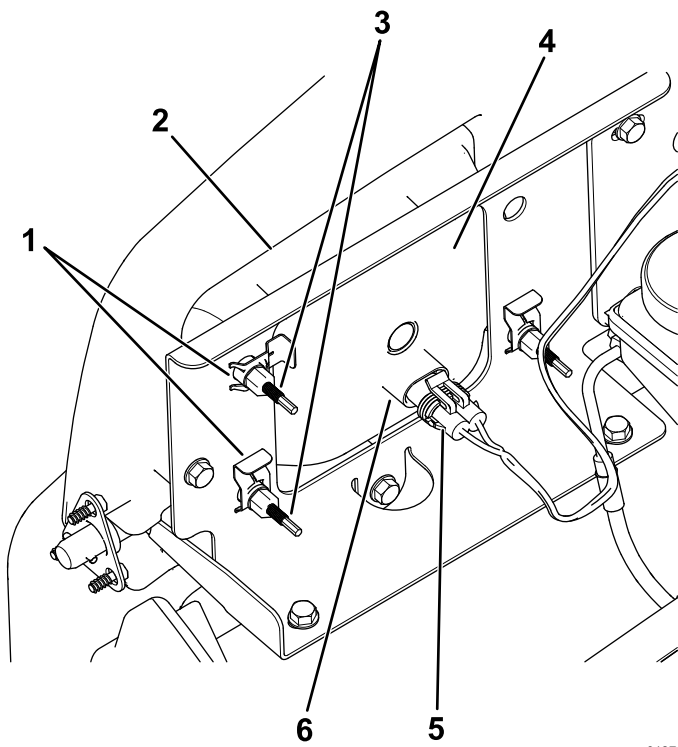

Figure 48
- Débranchez le connecteur électrique sur le faisceau du connecteur du phare (Figure 48).
- Retirez les clips rapides qui fixent le phare sur son support (Figure 48).
- Déposez le phare en le poussant vers l'avant et hors de l'ouverture dans le pare-chocs avant (Figure 48).
- Insérez le phare de rechange dans l'ouverture du pare-chocs (Figure 48).
- Branchez le connecteur électrique du faisceau sur le connecteur du phare (Figure 48).
- Au dos du phare, tournez les vis de réglage (Figure 48) afin de faire pivoter le phare et d'aligner la position du faisceau projeté.